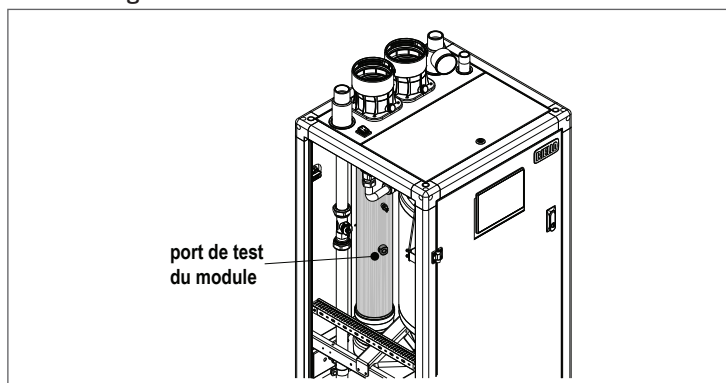

Fig. 20 Orifice d'essai pour l'analyse de la combustion (offert sur chaque échangeur thermique)
- Insérez une sonde d'analyseur de la combustion dans l'orifice d'essai illustrée dans la Fig. 20;